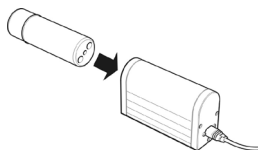

Fig. 12
3. Collocare la batteria nell'unità di caricamento (si veda la fig. 12). La batteria è tenuta in posizione da un magnete e si allineerà correttamente da sola nell'unità di caricamento.